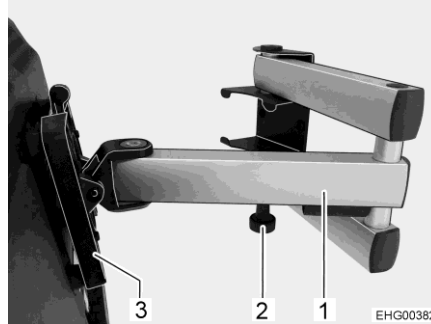

Bild 77 Halterung (zweiteiliger Gelenkarm)
- Entriegelungsknopf (Bild 77,2) ziehen. Der Gelenkarm (Bild 77,1) ist entriegelt.
- Flachbildschirm in die Ausgangslage zurückschwenken, bis die Halterung (Bild 77,3) hörbar in die Verriegelung einrastet.